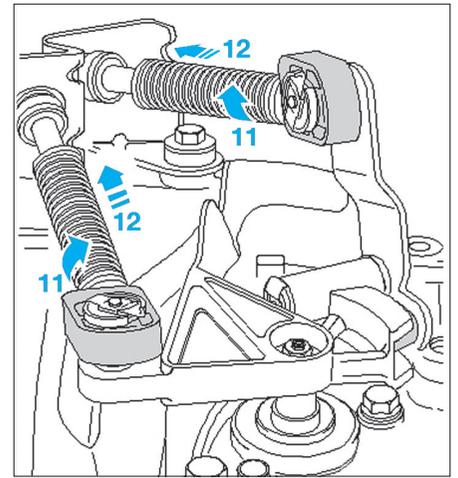

Fig. 47
- Tourner le mécanisme de sécurité du câble de commande et du câble de sélection vers la droite jusqu'en butée (11) (Fig.47).
*Le ressort repousse le mécanisme de sûreté en position initiale (12).*